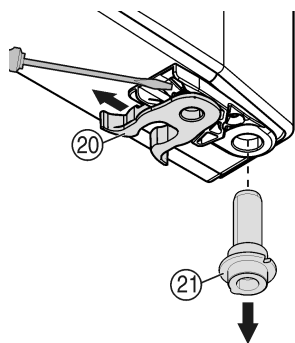

Fig. 9
- ▶ Pružinovú zvierku Fig. 9 (20) premiestnite: Zaisťovací jazýček potlačte nadol, ponaduňu stiahnite pružinovú zvierku.
- ▶ Ložiskový čap Fig. 9 (21) vytiahnite z puzdra dverí a spolu s podložkou nasad'te na opačnej strane. Zaisťovací jazýček musí smerovať na vnútornú stranu dverí, drážka na vonkajšiu stranu.
- ▶ Dvere dolu zasun'te a ložiskový čap Fig. 9 (21) nasad'te do ložiskovej konzoly. Prípadne ložiskový čap potočte tak, aby mohol zaklapnúť.